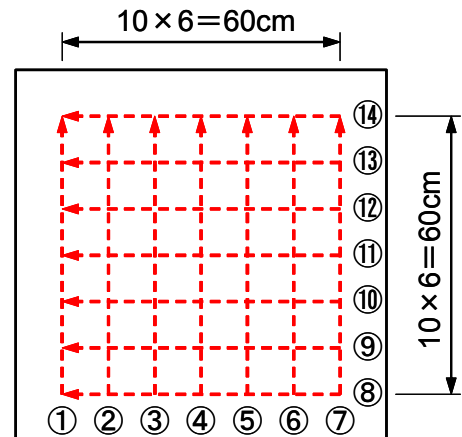

図1 測定用シートの例
- 図1のようなメッシュ（例えば10cm×10cm）をけがいたビニルシートを用意する。
- 測定ラインの番号順に従って縦7ライン（①～⑦）、横7ライン（⑧～⑭）を測定し、記憶媒体に記憶する。